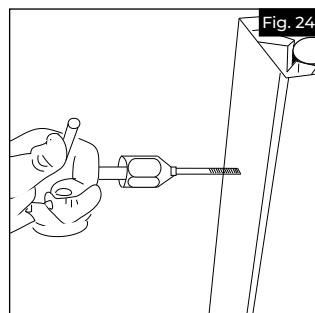

Fig. 24
- b. Fijar el soporte a la superficie de montaje mediante el uso de un sujetador adecuado. Si se utiliza un poste estructural, se requiere un taladro y un juego de machos de roscar para fijar el soporte al interior del poste de acero galvanizado (Fig. 24).